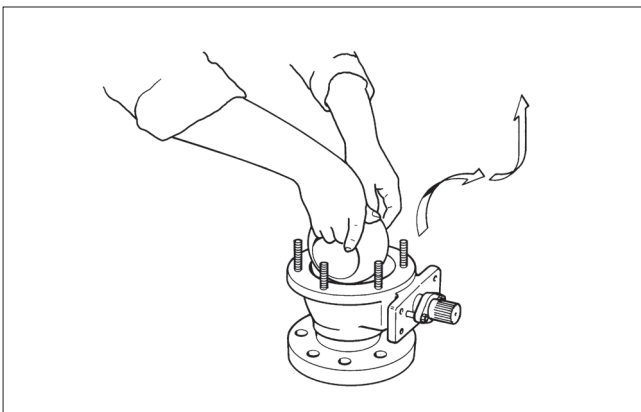

Abb. 16 Entnahme der Kugel
- Heben Sie die Kugel (3) an dessen Strömungsausgang aus dem Gehäuse (1) (kleine Nennweiten) oder ziehen Sie ein Seil durch die Öffnung und drehen es gleichzeitig um die Ausgangsachse. Gehen Sie vorsichtig mit der Kugel um und legen Sie sie auf eine weiche Unterlage. Siehe Abb. 16.